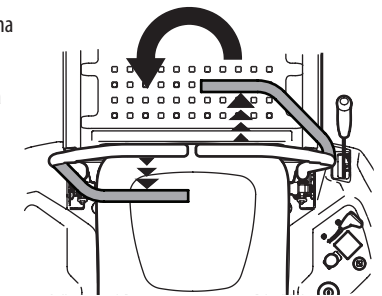

Figura 34
3. Para girar en sentido contrario a las agujas del reloj, mueva la palanca de control de la transmisión derecha hacia adelante mientras mueve simultáneamente la palanca de control de la transmisión izquierda hacia atrás. Consulte la Figura 34.